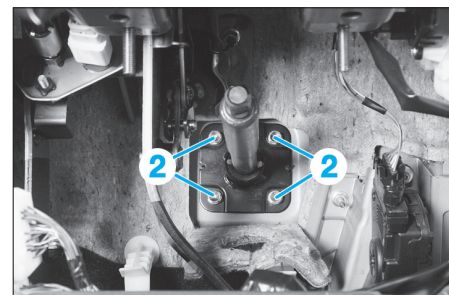

FIG. 12
- Déposer les quatre vis (2) de maintien de l'arbre sur tablier (Fig.12).